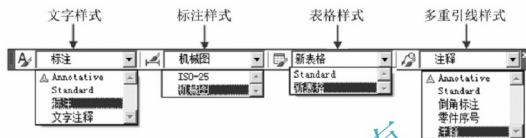

图 9-2 完善样板后的样式工具条
- (1) 打开“我的样板.dwt”文件。
- (2) 建立文字样式：如本书 5.1 节中分别建立样式名为“标注”、“文字注释”两种样式。
- (3) 建立表格样式：如本书 5.3 节的【操作示例】所建立的“新表格”样式。
- (4) 建立尺寸标注样式：如本书 6.1 节中所建立的“机械图”样式。
(5) 建立多重引线样式：如本书 6.3 节中所建立的“倒角标注”、“零件序号”样式。另外再建立一种用于标注注释的带箭头的引线样式，命名为“注释”，该样式设置【箭头】为“实心闭合”、大小为“3”，其他设置与“倒角标注”样式一致。
(6) 保存样板文件：完善后的样式如图 9-2 所示，分别单击【样式】工具栏中的样式列表，可以清楚显示所建立的样式，最后保存样板并关闭文件。